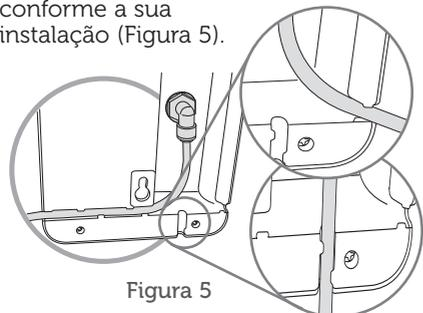

Figura 5
- 7- Encaixe a mangueira na guia adequada, conforme a sua instalação (Figura 5).